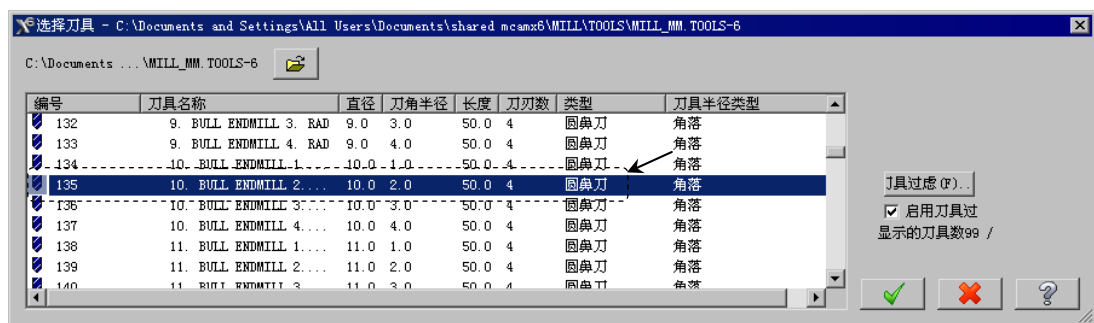

图 7.7 “选择刀具”对话框
(3) 单击按钮，完成加工区域的设置，同时系统弹出“曲面粗加工挖槽”对话框。
Step5. 选择刀具。在“曲面粗加工挖槽”对话框中,单击 **选择刀具...** 按钮,系统弹出“选择刀具”对话框,在该对话框中的列表框中选择图 7.7 所示的刀具。单击  按钮,关闭“选择刀具”对话框,系统返回至“曲面粗加工挖槽”对话框。